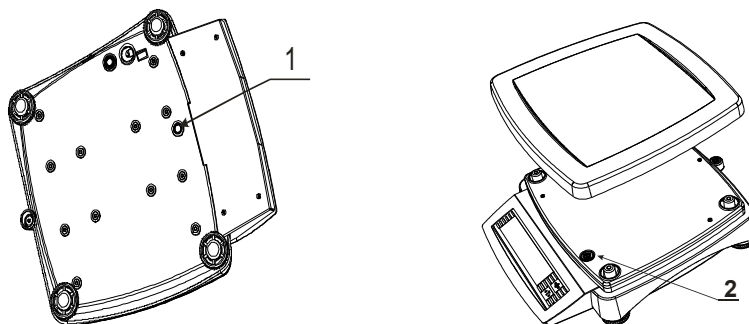

Рисунок 15
- снять пломбу **1**, расположенную снизу на корпусе весов (см. рисунок 15);
- снять пломбу **1**, расположенную снизу на корпусе весов (см. рисунок 15 и 16);